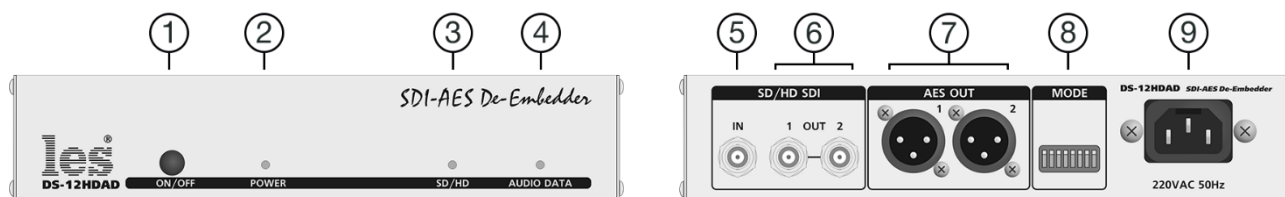

Рисунок 1
3. Подключите шнур питания к разъёму IEC C14 (рисунок 1, позиция 9). Обратите внимание на то, что третий провод сетевого шнура используется для заземления корпуса (защитное заземление), которое рекомендуется делать единым для всего комплекса аппаратуры.
Земли входных и выходных разъёмов соединены вместе, присоединены к контакту PE блока питания и корпусу прибора (рисунок 1, позиция 9).